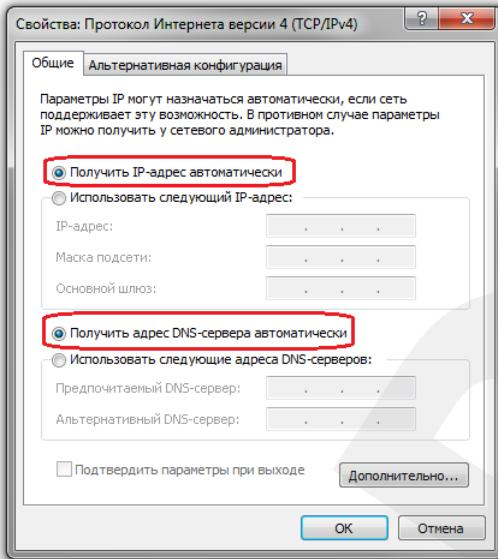

Рис. 5.6
- 1. Получить IP-адрес автоматически:** IP-адрес назначается автоматически DHCP-сервером (Рис. 5.6). Если IP-адрес Вашему ПК выдается автоматически, тогда для определения параметров локальной сети перейдите к пункту 5.1.1 данного Руководства.